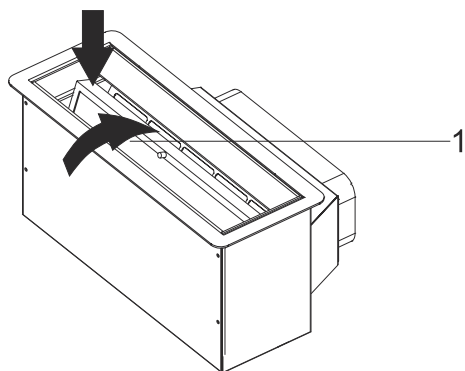

Fig. 8: Påmontering av fettfilter
10. Efter rengöring av fettfiltret, lägg tillbaka det i behållaren (Fig. 8).
11. Sätt in fettfiltret i behållaren enligt de två pilarna (Fig. 8).